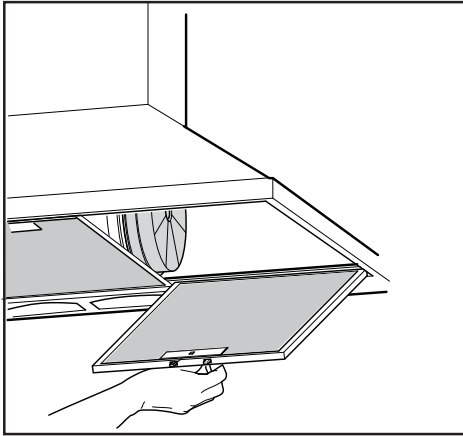

Fig.6
- La distanza minima fra la superficie di supporto dei recipienti di cottura sul dispositivo di cottura e la parte più bassa della cappa da cucina deve essere di almeno 65 cm. Se dovesse essere usato un tubo di connessione composto di due o più parti, la parte superiore deve essere all'esterno di quella inferiore. Non collegare lo scarico della cappa ad un condotto in cui circoli aria calda o utilizzato per evacuare fumi degli apparecchi alimentati da un'energia diversa da quella elettrica. Prima di procedere alle operazioni di montaggio, per una più facile manovrabilità dell'apparecchio disinserire i filtro/i antigrasso (Fig.6).
Falls ein Verbindungsrohr verwendet wird, das aus zwei oder mehr Teilen zusammengesetzt ist, muss der obere Teil über den unteren gestülpt werden. Auf keinen Fall darf das Abluftrohr der Küchenhaube an ein Rohr angeschlossen werden, in dem Warmluft zirkuliert oder das zur Entlüftung von Geräten verwendet wird, die an eine andere Energiequelle als an Strom angeschlossen sind. Vor der Durchführung der Montagevorgänge, den/die Fettfilter entfernen, damit sich das Gerät leichter handhaben lässt (Abb.6).